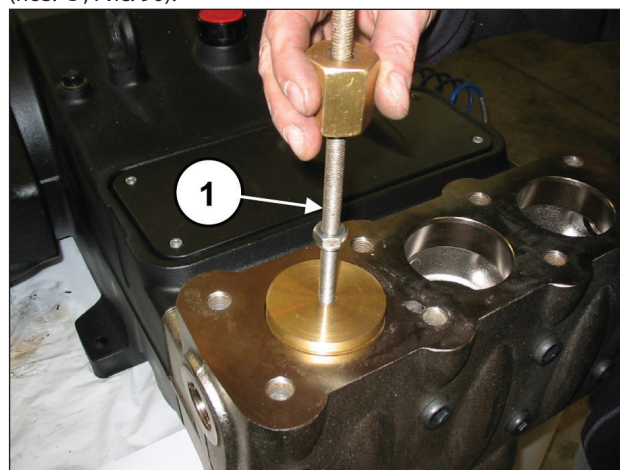

Рис. 90
Извлеките пробку клапана с помощью съемника с ударной массой, установив его в отверстие M10 пробки клапана (поз. ①, Рис. 90).